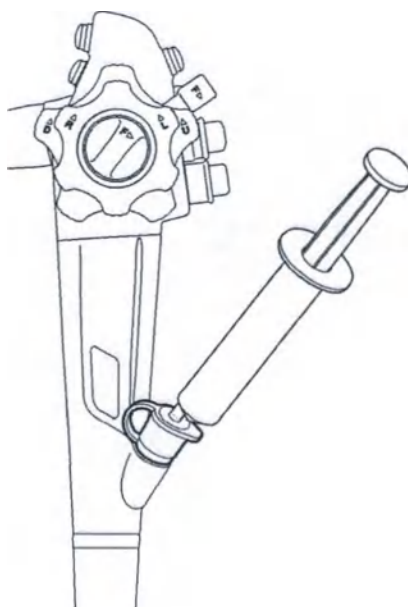

Рис. 7.57
2. Поместите дистальный конец эндоскопа в чистый контейнер и подсоедините шприц, заполненный стерильной водой, к клапану входного отверстия, как показано на Рис. 7.57.